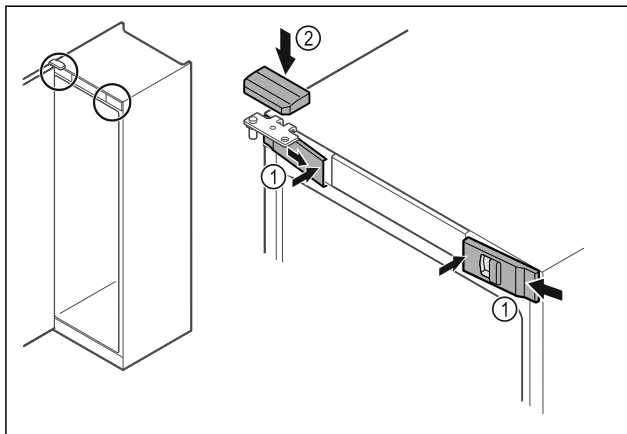

Fig. 41
- Agganciare le coperture anteriori Fig. 41 (1) di lato e innestarle all'interno.
- Innestare la copertura superiore Fig. 41 (2) dall'alto.